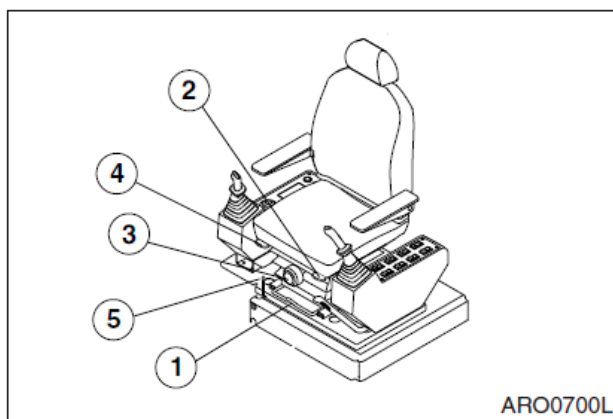

Рис. 100
### 1. РЕГУЛИРОВАНИЕ ПОЛОЖЕНИЯ ВПЕРЕД / НАЗАД (рис. 100)
Держа рычаг (1, рис.100), поднять его, одновременно перемещая сиденье вперед или назад в нужное положение. Отпустить рычаг, когда нужное положение достигнуто. Предел регулировки – 160 мм.
### 2. РЕГУЛИРОВКА НАКЛОНА И ВЫСОТЫ СИДЕНЬЯ (рис.100)
Нажать рычаг (2, рис.100) вниз для регулировки угла передней части сиденья.
Потянуть рычаг (2, рис.100) вверх для регулировки угла задней части сиденья.
### 3. РЕГУЛИРОВАНИЕ НАГРУЗКИ (РИС. 100)
Поворот ручки (3, рис.100) вправо уменьшает амортизацию. Поворот ручки влево – увеличивает амортизацию. Отрегулировать в соответствии с весом оператора по круговой шкале индикатора веса. Пределы регулирования 50-120 кг.
### 4. РЕГУЛИРОВАНИЕ НАКЛОНА (РИС. 100)
Подняв правый рычага (4,рис.100), можно двигать спинку сиденья вперед и назад.
**5. ПЕРЕМЕЩЕНИЕ ВСЕЙ КОНСТРУКЦИИ КРЕСЛА ВПЕРЕД /НАЗАД (рис.100)**